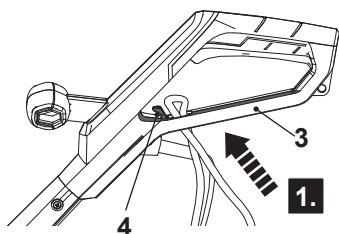

Fig. 4
1. Dobre o cabo de extensão para trás, cerca de 30 cm a partir da extremidade, e direcione o laço através do orifício da proteção traseira (3) (Fig. 4, passo 1).
2. Passe-o por cima do retentor de cabo (4) e puxe cuidadosamente o cabo para assegurar que fica bem preso (Fig. 4, passo 2).